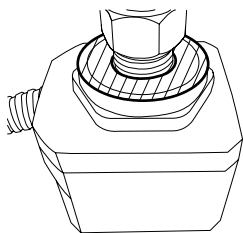

図 16
16) モーターに水が直接かかる場所へ取り付ける場合は、図16の斜線部分にシーリング剤を塗布して下さい。又、ケーブル保護チューブの口をシーリング剤で塞いで下さい。シーリング剤は信越シリコンシーラント45相当をご使用下さい。(図16、17)